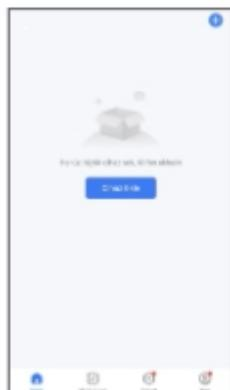
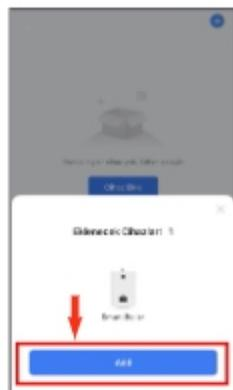
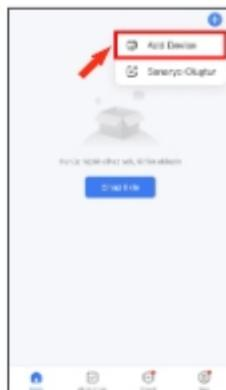

Рис.1
Рис.1-1 Автоматический поиск (телефон будет автоматически искать ближайшие подключаемые устройства)
Рис.1-2 Ручной поиск
1.3.3 Откройте Smart Life APP, нажмите "+" на главной странице (правый верхний угол), затем нажмите "Добавить устройство"б, как показано на рис. 1, рис. 1-1, рис. 1-2.